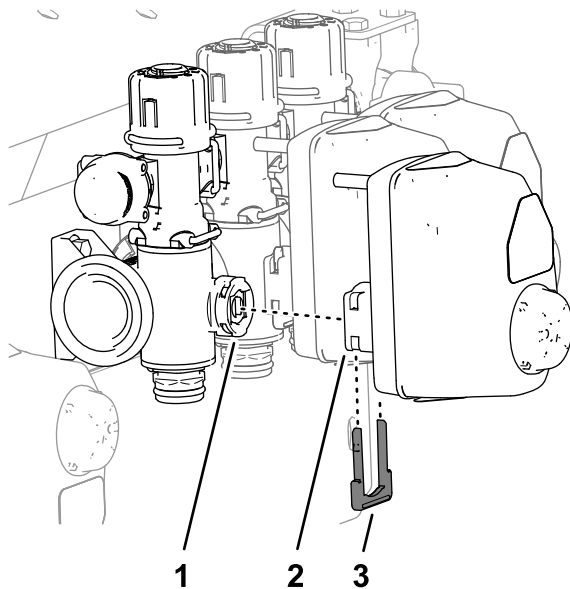
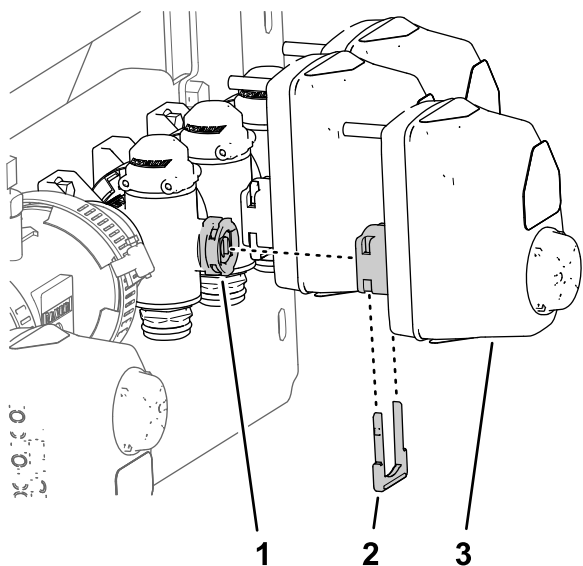

Figura 39
Figura 42
8. Alinee el acoplamiento del actuador de la válvula de sección que se retiró anteriormente (Figura 39) con el orificio del vástago del distribuidor.
9. Sujete el actuador de la válvula de sección al distribuidor con la horquilla de retención que se retiró anteriormente (Figura 39), como se muestra en la Figura 42.